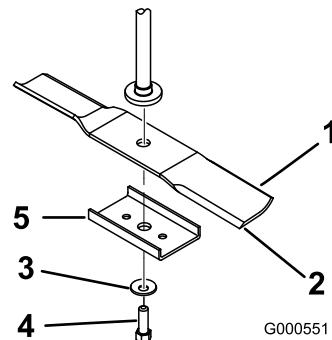

Figura 45
2. Retire el perno de la cuchilla, la arandela curva, el refuerzo y la cuchilla del eje (Figura 45).
1. Instale la cuchilla en el eje (Figura 45).
- Instale el refuerzo de la cuchilla, la arandela curva (con la copa hacia la cuchilla) y el perno de la cuchilla (Figura 45).